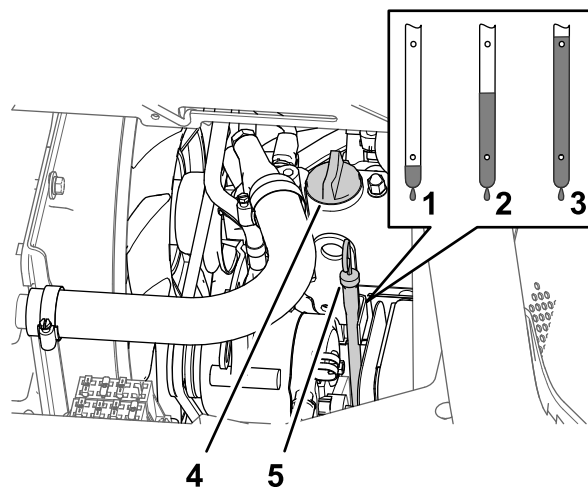

Figure 77
5. Enlevez le bouchon de remplissage d'huile du goulot de remplissage sur le couvre-culasse (Figure 77) et versez avec précaution environ 80 % de la quantité d'huile spécifiée dans le goulot de remplissage.
6. Sortez la jauge et vérifiez le niveau d'huile dans le carter moteur (Figure 77).
7. Versez avec précaution la quantité d'huile spécifiée requise pour faire monter le niveau jusqu'au repère maximum sur la jauge (Figure 77).
8. Remettez le bouchon de remplissage d'huile dans le goulot de remplissage et la jauge dans son tube (Figure 77).